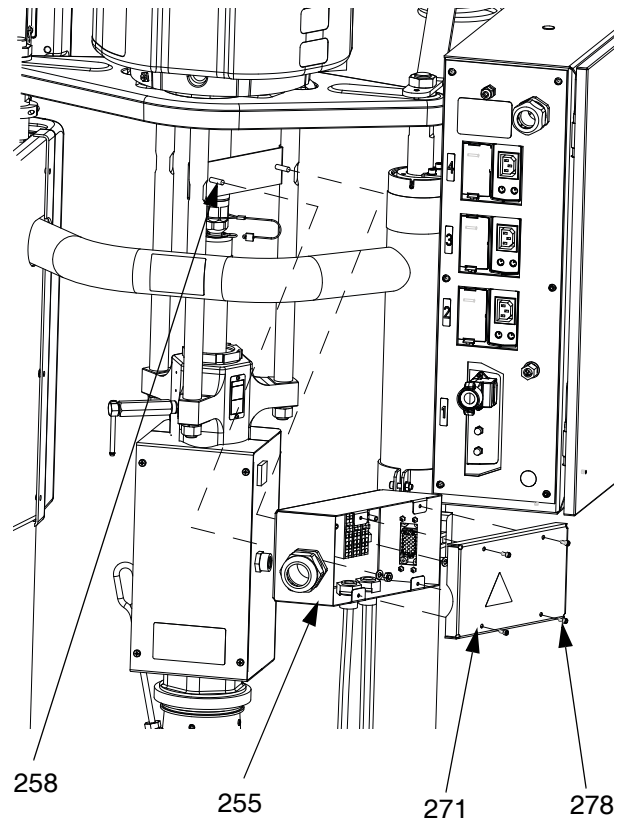

ABB. 36: Anschlusskasten von D60 entfernen
Für kleinere Platten (D60 3"-Zufuhrsysteme): Anschlusskasten (255) wieder auf Halterung (258) installieren. Mit Schrauben (278) an Abdeckung (271) anbringen. Siehe ABB. 36.